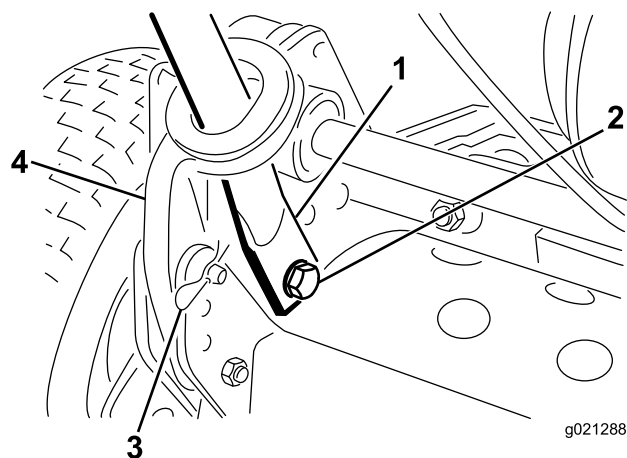

図 3
4. ハンドルの端を内側にたわめながら、取り付けピンに通す図 3。
5. 先ほど外したボルト、ワッシャ、ロックワッシャを使って、ハンドルの端部を取り付けピンに固定する図 3。
6. 先ほど取り外したヘアピンコッターとリングピンを使って、ハンドルアームをフレーム後部に固定する図 3。